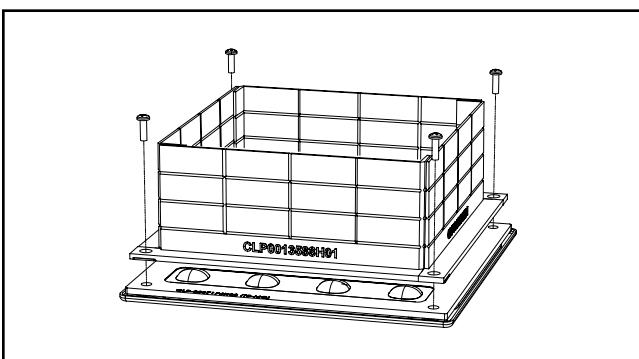

Figure 4.
10. Installez le luminaire carré et les écrans en place en utilisant les vis fournies. (Fig. 4).